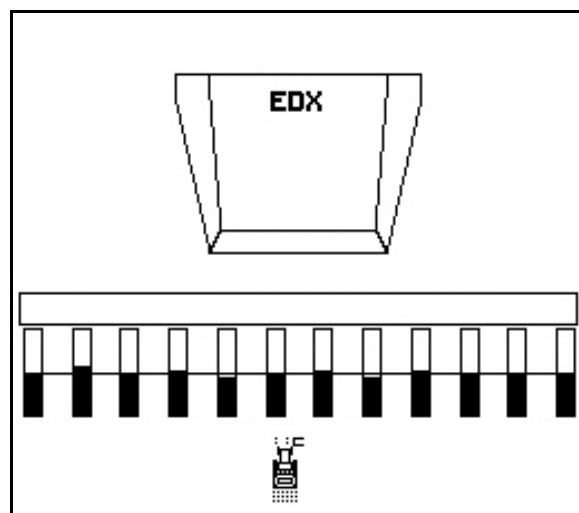

Рис. 61
1.  Выберите функцию переключения для прохода препятствий (Рис. 61/).